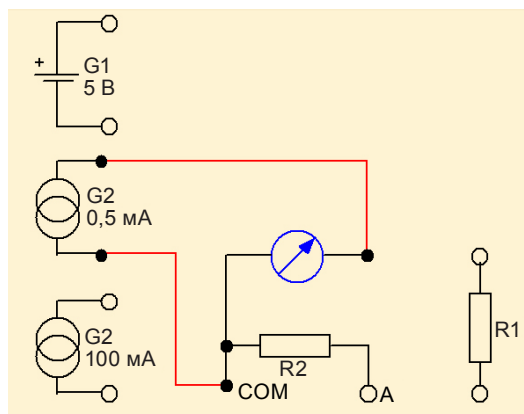

Рис. 2. Подключение прибора с поворотной рамкой к источнику питания G2 (0,5 мА)
6. Выполнить упражнение 1 «Определение внутреннего сопротивления прибора с поворотной рамкой». Подключить измерительный прибор к источнику тока G2 (0,5 мА), как показано на электрической схеме (рис. 2).